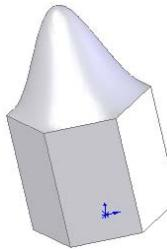

图 4-11 连续圆顶的图形
**06** 确认圆顶特征。单击属性管理器中的“确定”图标按钮，**并调整视图的方向，结果如图 4-11 所示。**